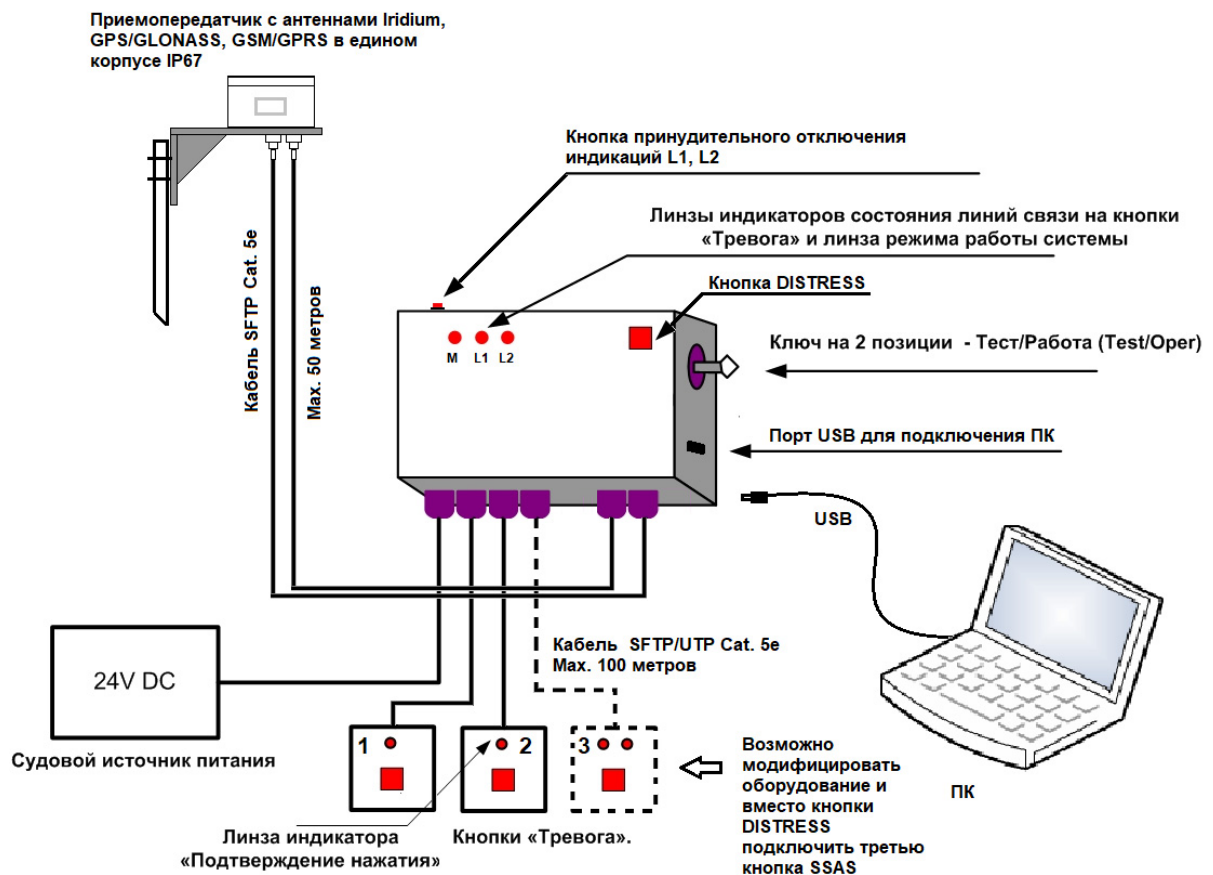

Рис. 1 Функциональная схема Изделия
- Монтаж на вертикальную/горизонтальную трубу $\varnothing \leq 52$ мм (рис. 1):